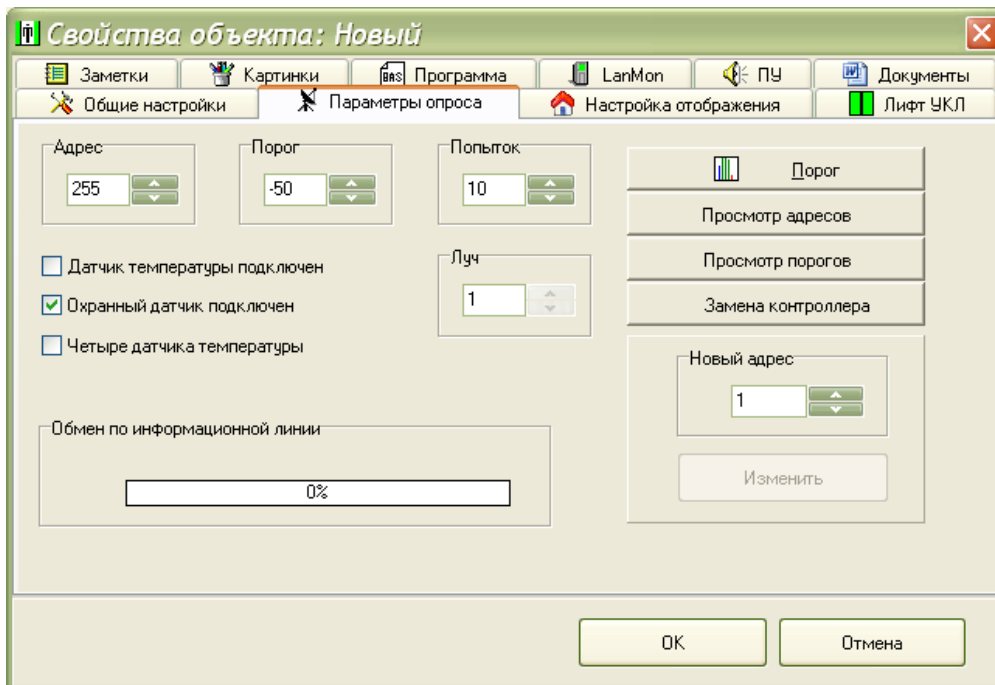

Рисунок 18
– в появившемся окне «Параметры объекта» выбрать вкладку «Параметры опроса» и в поле «Адрес» ввести адрес блока в диапазоне 1-255 (рисунок 18). Адреса блоков совпадают с номерами, указанными на наклейке контроллера связи КСН.